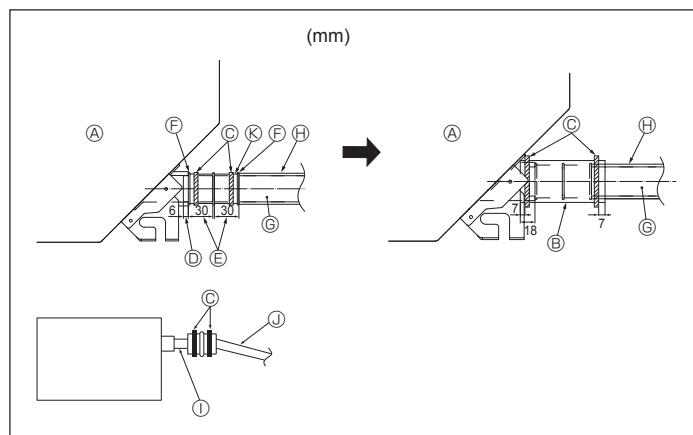

Fig. 5-2
- 1 Ligue o bocal de drenagem (fornecido com a unidade) à porta de drenagem. (Fig. 5-2) (Fixe o tubo com adesivo PVC e depois ate-o com uma banda.)